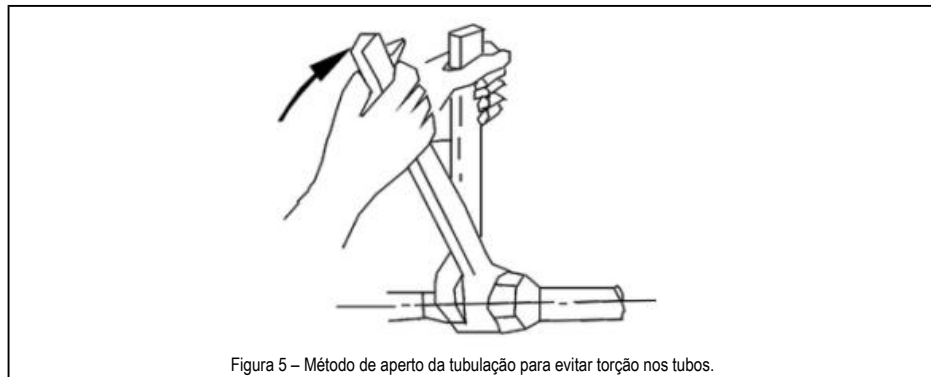

Figura 5 – Método de aperto da tubulação para evitar torção nos tubos.
- Ao conectar a tubulação de entrada e saída de água, use duas chaves para ajustar ambas as partes dos tubos, garantindo que os tubos de entrada e saída de água não sofram nenhuma torção (ver figura 5).